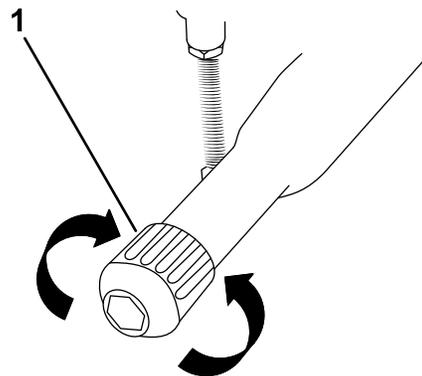

Figura 31
- **Para aflojar el freno de estacionamiento:**(Figura 31).
4. Gire el pomo de ajuste del freno de estacionamiento en sentido **antihorario** (Figura 31).
- **Para apretar el freno de estacionamiento:**(Figura 31).
- Gire el pomo de ajuste del freno de estacionamiento en sentido **horario** (Figura 31).